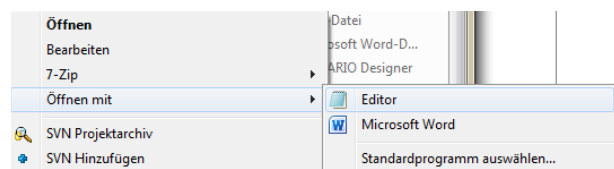

Abbildung 3-18
- Öffnen und bearbeiten Sie das Textfile mit einem Texteditor. (Abbildung 3-18)